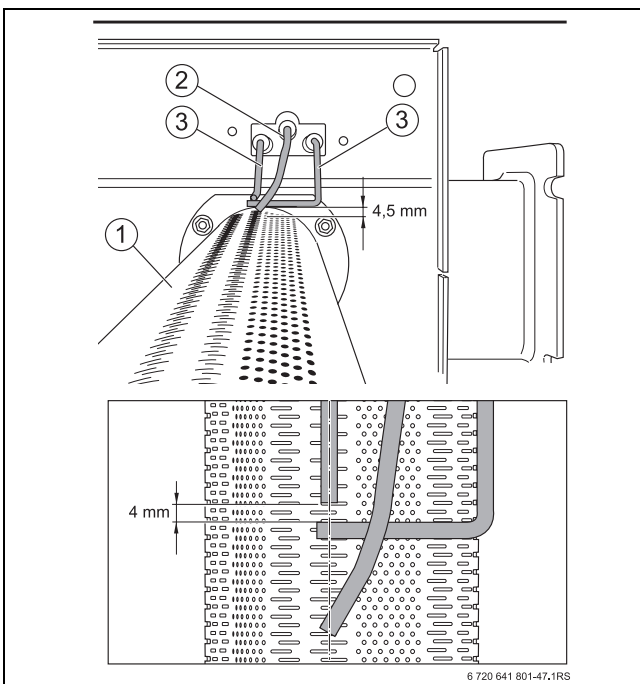

Fig. 70 Contrôler la position des électrodes (dimensions en mm)
- ▶ Mesurer les écarts entre les électrodes selon la fig. 70 et corriger le cas échéant.
- ▶ Ajuster la rampe du brûleur de manière à ce que la position des électrodes corresponde à la fig. 70. La position des électrodes se trouve au-dessus de la rangée des encoches.